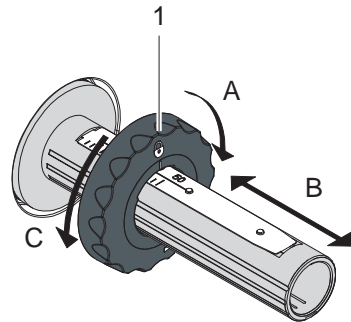

Bild 13 Einstellung der Randsteller
2. Hebel (6) gegen den Uhrzeigersinn drehen, um den Druckkopf zu öffnen.
3. Randsteller (1) auf dem Abwickler (5) entsprechend der Folienbreite einstellen (Bild 13):
- Wickler festhalten und Randsteller (1) durch Drehen in Richtung A entriegeln.
- Randsteller (1) in Richtung B schieben und mithilfe der Skala auf Folienbreite einstellen.
- Wickler festhalten und Randsteller (1) durch Drehen in Richtung C verriegeln.
4. Folienrolle (4) so bis zum Randsteller (1) auf den Abwickler (5) schieben, dass die Farbbeschichtung der Folie nach dem Einlegen zu der dem Druckkopf abgewandten Seite zeigt.